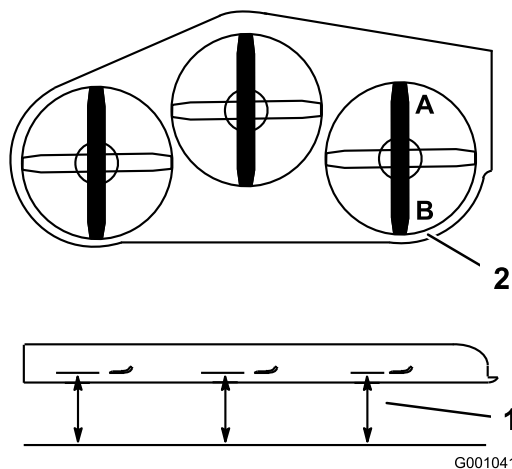

Figura 82
1. Coloque la cuchilla derecha en posición longitudinal (Figura 82).
2. Mida la cuchilla derecha en la posición **A** desde una superficie nivelada hasta el filo de corte del extremo de la cuchilla (Figura 82).
4. Mida la cuchilla derecha en la posición **B** desde una superficie nivelada hasta el filo de corte del extremo de la cuchilla (Figura 82).
6. La cuchilla del cortacésped debe estar entre 6 y 10 mm más baja en la posición **A** que en la posición **B** (Figura 82). Si no es correcta la distancia, continúe con los pasos siguientes.